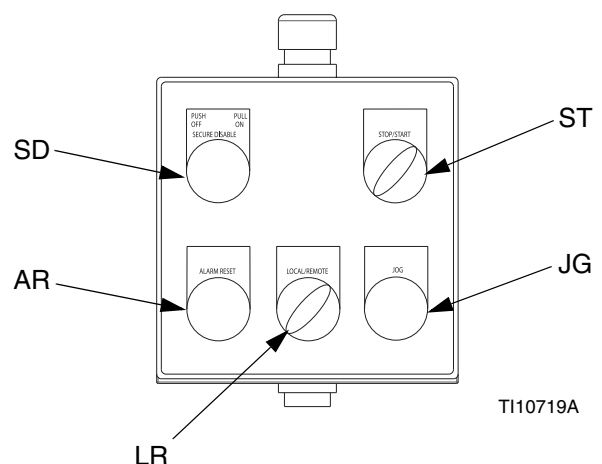

FIG. 4: Caja de control local
La caja de control local contiene cinco controles. Vea la FIG. 4.
1. Coloque el interruptor START/STOP (Arranque/Parada) (ST) en STOP. Vea la FIG. 4.
2. Pulse el interruptor SECURE DISABLE (Asegurar-inhabilitar) (SD).
3. Coloque el interruptor START/STOP (Arranque/Parada) (ST) en STOP. Vea la FIG. 4.
3. Pulse el interruptor SECURE DISABLE (Asegurar-inhabilitar) (SD).
4. Coloque el interruptor START/STOP (Arranque/Parada) (ST) en STOP. Vea la FIG. 4.
5. Tire del interruptor SECURE DISABLE (Asegurar-inhabilitar) (SD) hacia afuera para desengranarlo.